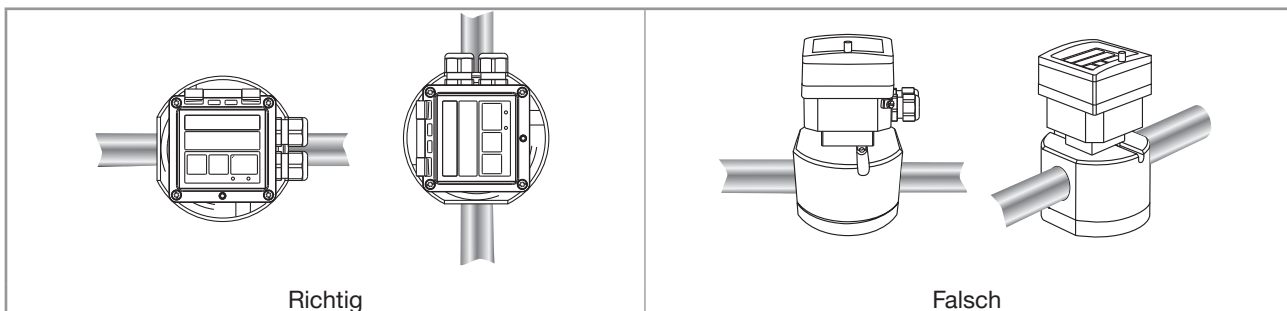

Bild 8: Die Ovalradachsen müssen horizontal liegen (Vorderansicht)
- dass die Ovalradachsen sich in der Horizontalebene befinden, wie in Bild 8 dargestellt.